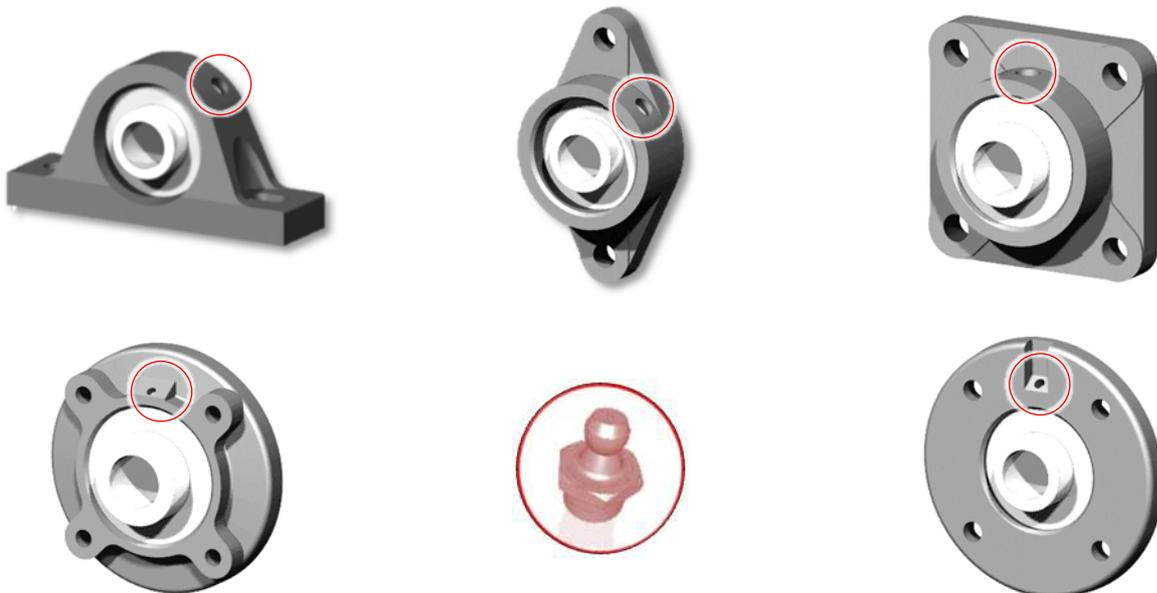

Fig. 9-11 – Esempi di supporto albero e relativi punto di ingrassaggio
- Introduci il grasso direttamente sul punto di ingrassaggio (Fig. 9-11), utilizzando ingrassatori a mano o servoassistiti;